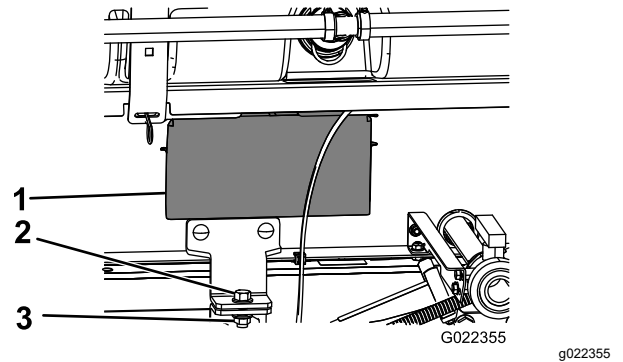

Bild 36
5. Nehmen Sie die Abdeckplatten an beiden Seiten des Gestellrahmens ab (Bild 36).
8. Befestigen Sie die Befestigungshalterung des Behältergestells mit einer Schraube (1/2" x 1 1/2") und einer Sicherungsmutter (1/2") an der Ladepritschenhalterung am Rahmen auf beiden Seiten der Maschine, wie in Bild 36 abgebildet.